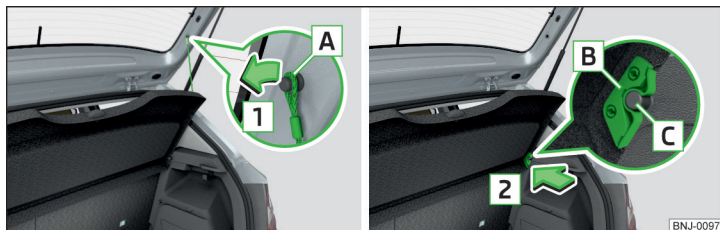

Fig. 95 Scoaterea măștii portbagajului
Dacă benzile de susținere **A** » fig. 95 sunt agățate de capota portbagajului, la deschiderea capotei se ridică și masca portbagajului (denumită în continuare doar mască).
- Desprindeți benzile de susținere **A** de pe ambele părți ale capotei portbagajului, în sensul săgeții **1** » fig. 95.
- Poziționați elementele de prindere **B** de pe mască deasupra bolțurilor **C** » fig. 95.
În partea din față elementele de prindere **B** » fig. 95 la pagina 79 de pe capac trebuie să se fixeze complet în bolțurile de la capitonajul lateral. În partea din spate capacul trebuie asigurat pe ambele părți sub elementul de blocare.